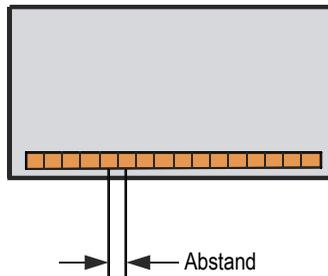

Abbildung 4-5 Abstand der Sensorelemente
- d) Geben Sie in das Feld **Abstand** den Abstand von Mitte zu Mitte zweier nebeneinanderliegender Sensorelemente ein. Dieser Abstand wird in Abbildung 4-5 auf Seite 114 gezeigt.